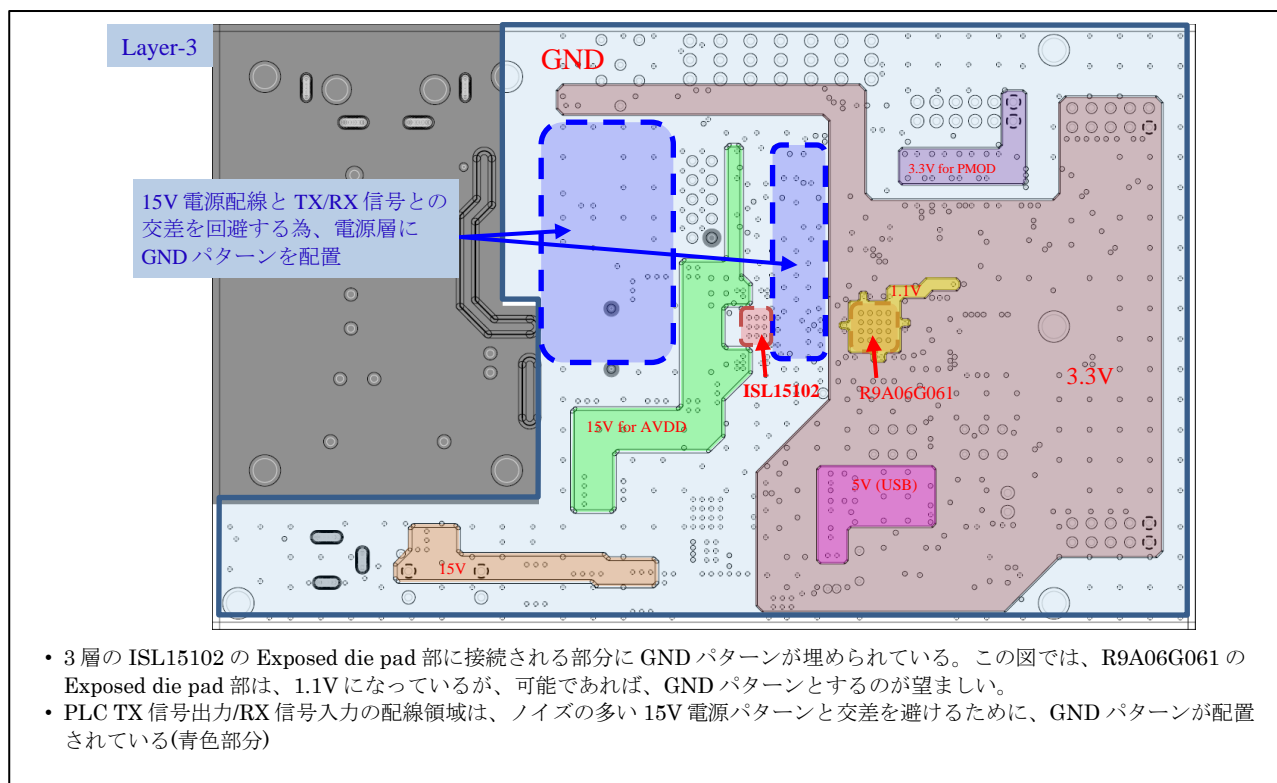

Figure 2-14 R9A06G061 と ISL15102 の Exposed die pad と GND パターンの接続例 (3 層)
- 3 層の電源層では、R9A06G061, ISL15102 の Exposed die pad と接続される via hole 部分及び、TX 出力/RX 入力の信号配線及びその部品と重なる領域は、極力 GND パターンを配置してください。(3 層の接続例を Figure 2-14 に示します)